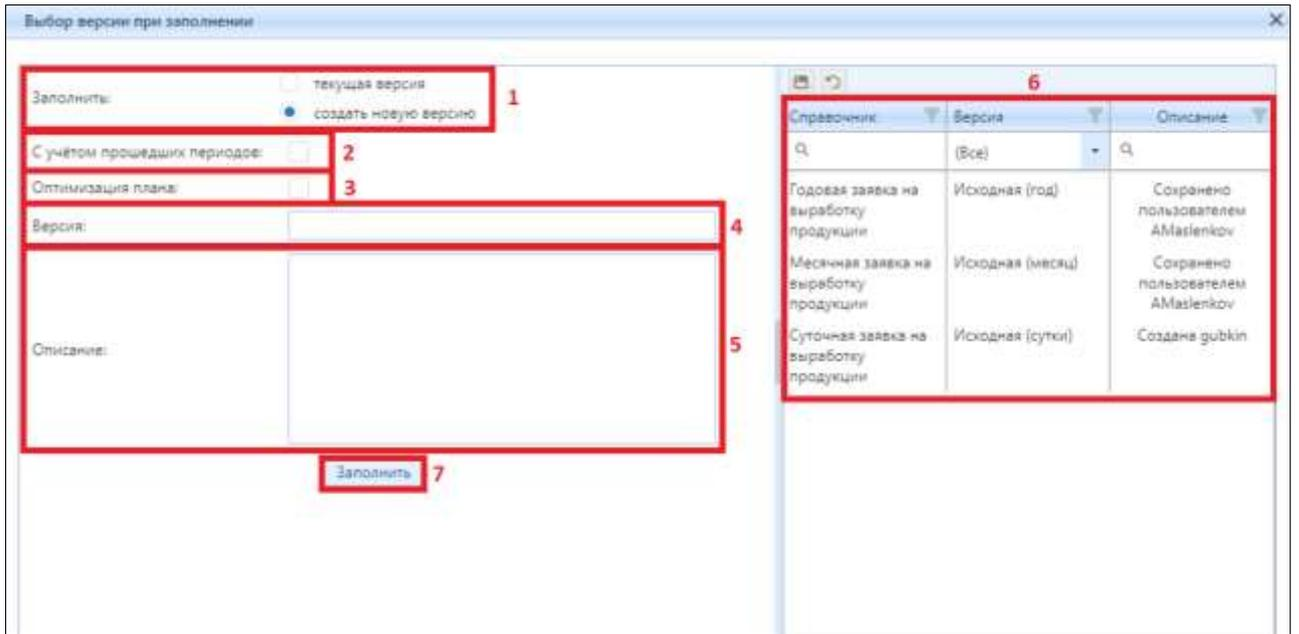

Рисунок 3.7.6 – Внешний вид окна «Выбор версии при заполнении»
1. Для записи «Заполнить:» установите (1) чек-бокс с выбором версии (рис. 3.7.6) для Формы ввода. Настройку «Текущая версия» необходимо выбирать в том случае, если имеется уже заполненная форма ввода и пользователь работает исключительно с ней. **Обратите внимание, что при новом заполнении формы ввода с чек-боксом «текущая версия», каждый раз исходные данные или ручные корректировки значений параметров в форме ввода перезаполняются.** Настройку «создать новую версию» необходимо выбирать, если форма ввода ранее не была заполнена или в параметрах из внешних систем/справочниках изменились исходные данные. В таком случае текущая версия становится неактуальной.
2. Для записи (2) «С учетом прошедших периодов:» (рис. 3.7.6) активируйте чек-бокс, если требуется учитывать данные прошедших периодов (например, учет потребления электроэнергии объекта моделирования за прошедшие месяцы при зафиксированном суммарном значении на год в рамках расчета оптимизации годового планирования. При этом значения на оставшиеся периоды оптимизируются относительно
3. Для записи (3) «Оптимизация состава:» (рис. 3.7.6) активируйте чек-бокс, если требуется оптимизация нагрузок при фиксированной суммарной величине на весь год (для годового плана) или на всю декаду (для декадного плана).
4. Для записи (4) «Версия:» (рис. 3.7.6) есть возможность указать наименование версии в активном поле. Если поле останется пустым, наименование версии сгенерируется автоматически (например, «Версия №1» или «Новая»).
5. Для записи (5) «Описание:» (рис. 3.7.6) есть возможность указать описание к версии в активном поле. Если поле останется пустым, описание версии сгенерируется автоматически (например, «Версия создана Алексеева Виктория» или «Версия создана Алексеева Виктория с учетом ремонтов»).
6. В таблице справа (6) (рис. 3.7.6) отображаются версии для заявки на выработку продукции из справочника в зависимости от типа плана (годовое, декадное). Пользователь может выбрать необходимую версию в колонке «Версия». Для этого наведите курсор мыши на запись с версией и двойным кликом левой кнопкой мыши вызовите выпадающий список с перечнем версий в Справочнике. После выбора версии нажмите сверху на кнопку «Сохранить» (рис. 3.7.6) для сохранения настройки. Для отмены внесенных изменений в таблице нажмите на кнопку «Отменить» (рис. 3.7.6).
7. Далее нажмите на кнопку (7) «Заполнить» (рис. 3.7.6) для заполнения Формы ввода с учетом настроек в окне «Выбор версии при заполнении».